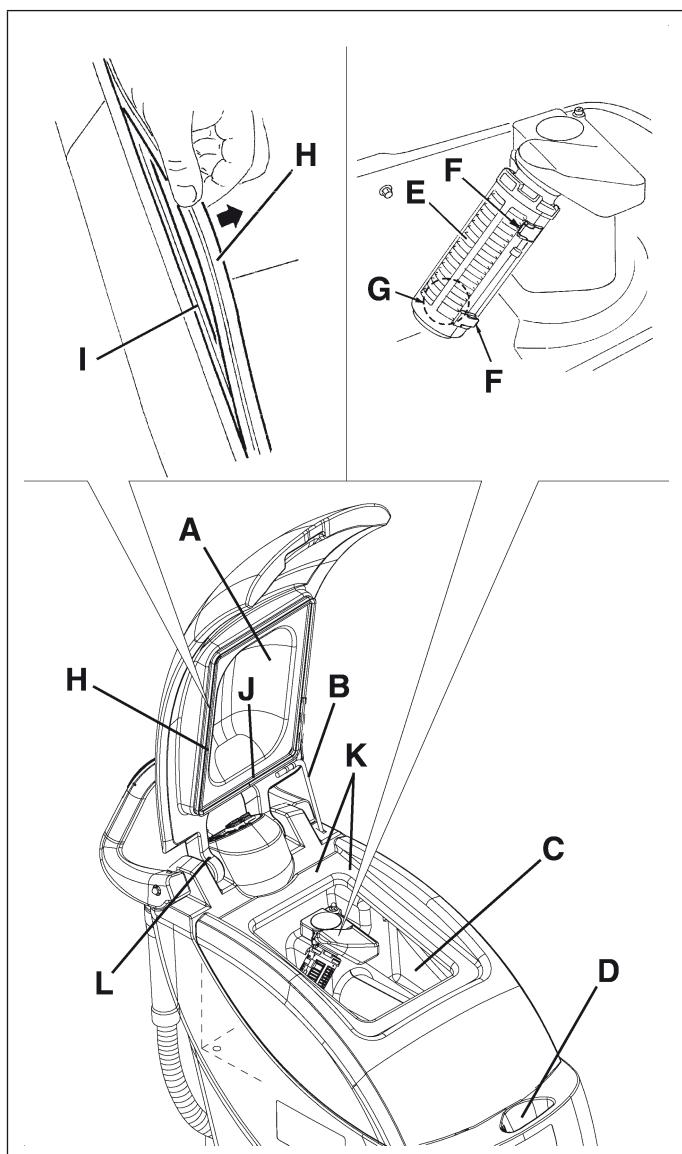

Figure 19
3. Soulever le couvercle (A, Fig. 19), insérer le support (B) du couvercle, nettoyer et laver à l'eau propre le couvercle, les réservoirs (C et D) et la grille d'aspiration (E).
5. Si besoin est, dégager les dispositifs de retenue (F, Fig. 19) et ouvrir la grille (E), puis déposer le flotteur (G) et nettoyer soigneusement ; enfin reposer en place.
6. Contrôler l'intégrité du joint d'étanchéité (H, Fig. 19) du couvercle du réservoir de l'eau de récupération.
Le joint d'étanchéité (H, Fig. 19) permet la création d'une dépression dans le réservoir, nécessaire à l'aspiration de l'eau de récupération.
- Si besoin est, déposer le joint d'étanchéité (H, Fig. 19) de son logement (I) et le remplacer.
- Lors de la repose du nouveau joint d'étanchéité, positionner le raccord (J) dans la zone (centrale) indiquée dans la figure.
6. Contrôler aussi l'intégrité et l'efficacité de la surface d'appui (K, Fig. 19) du joint d'étanchéité (H).
7. Contrôler que l'orifice d'aération (L, Fig. 19) n'est pas obstrué, en cas contraire le nettoyer.
L'orifice (L, Fig. 19), en permettant la compensation de l'air dans l'interstice du couvercle, contribue à la création de dépression dans le réservoir.
8. Fermer le couvercle (A, Fig. 19) après avoir inséré le support (B) du couvercle.